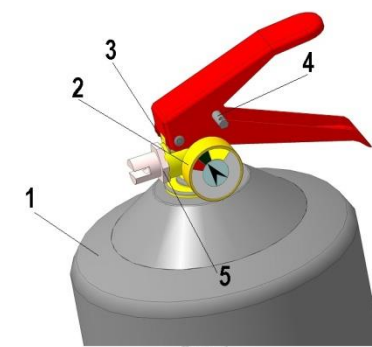
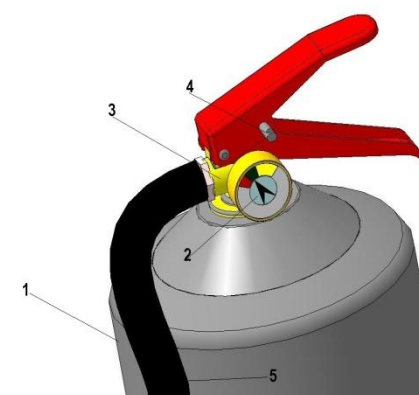

Рис. 1
Рис.2
3.1. Огнетушитель состоит из корпуса 1 наполненного огнетушащим порошком, индикатора давления 2, запорно-пускового устройства (ЗПУ) 3, чеки 4, насадка 5 (рис.1). Огнетушители с массой ОТВ более 3 кг оснащены гибким шлангом (рукав)(рис.2).
- расположить огнетушитель вертикально, насадком 5 (рис.1) в направлении очага пожара. В моделях огнетушителя оснащённых рукавом, удерживая рукав 5 (рис.2), направить его на очаг пожара;